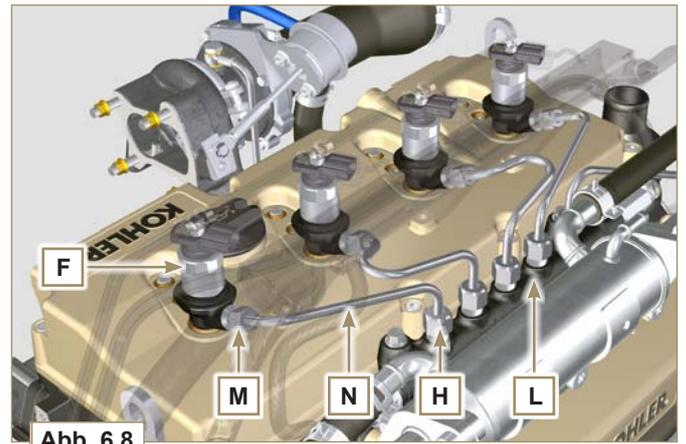

Abb. 6.8
- Die Rohre **N** (**Abb. 6.8**) austauschen, wenn sich die Schrauben **P** nicht mehr ungehindert anschrauben lassen.